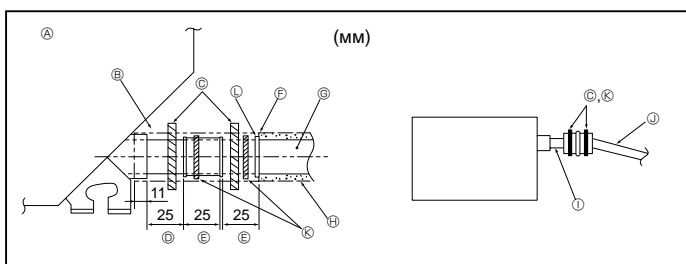

Fig. 3-5
- ① O. D. ø32 PVC TUBE
- ② Сделайте ее как можно большей
- ③ Внутренний прибор
- ④ Устанавливайте трубы большого размера для сгруппированных труб
- ⑤ Наклон вниз (1/100 или больше)
- ⑥ O. D. ø38 PVC TUBE для сгруппированных труб. (9 мм изоляция или больше)
- ⑦ До 85 см
1. Подсоедините соединительную муфту для дренажа (входит в комплект поставки прибора) к дренажному порту. (Fig. 3-5) (Закрепите трубу с помощью клея ПВХ, а затем с помощью ленты.)